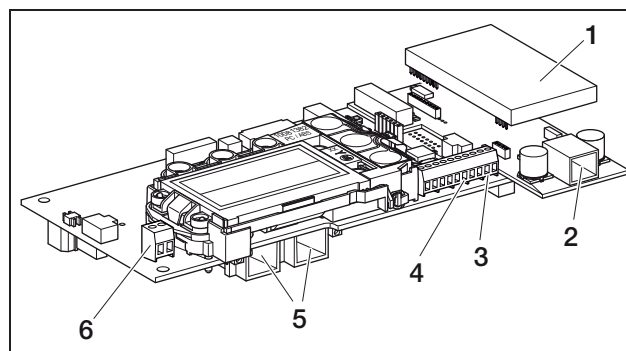

Abbildung 49: Kommunikationsschnittstellen Kommunikationsboard II
- Stecken Sie den Stecker des Ethernet-/Crossover-Kabels in eine der entsprechenden Steckbuchsen (5 in Abbildung 49).
- Stecken Sie den Stecker des Telefonkabels in die entsprechende Steckbuchse (2 in Abbildung 49).